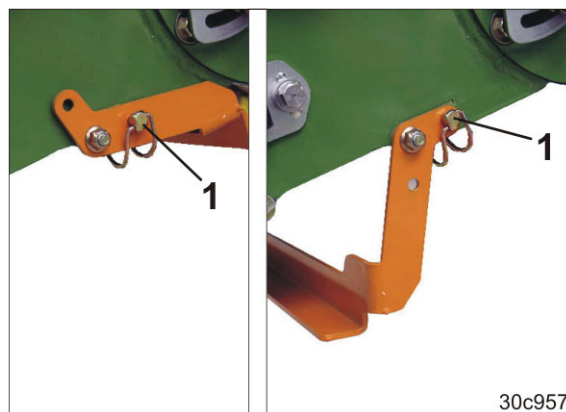

Fig. 256
3. Klap holderen ned, og foretag sikring [ringsplit (Fig. 256/1)].